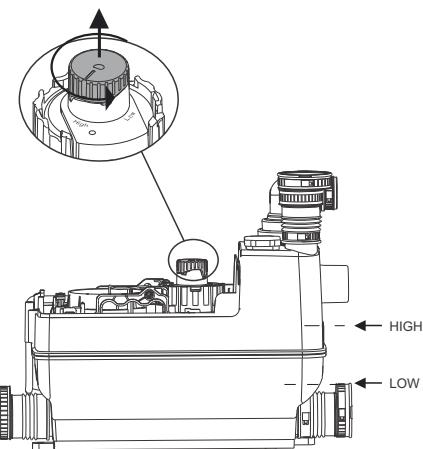

Рис. 1 Настройка уровня пуска
- С-3: Установить уровень пуска с помощью селекторного переключателя. См. рис. 1.